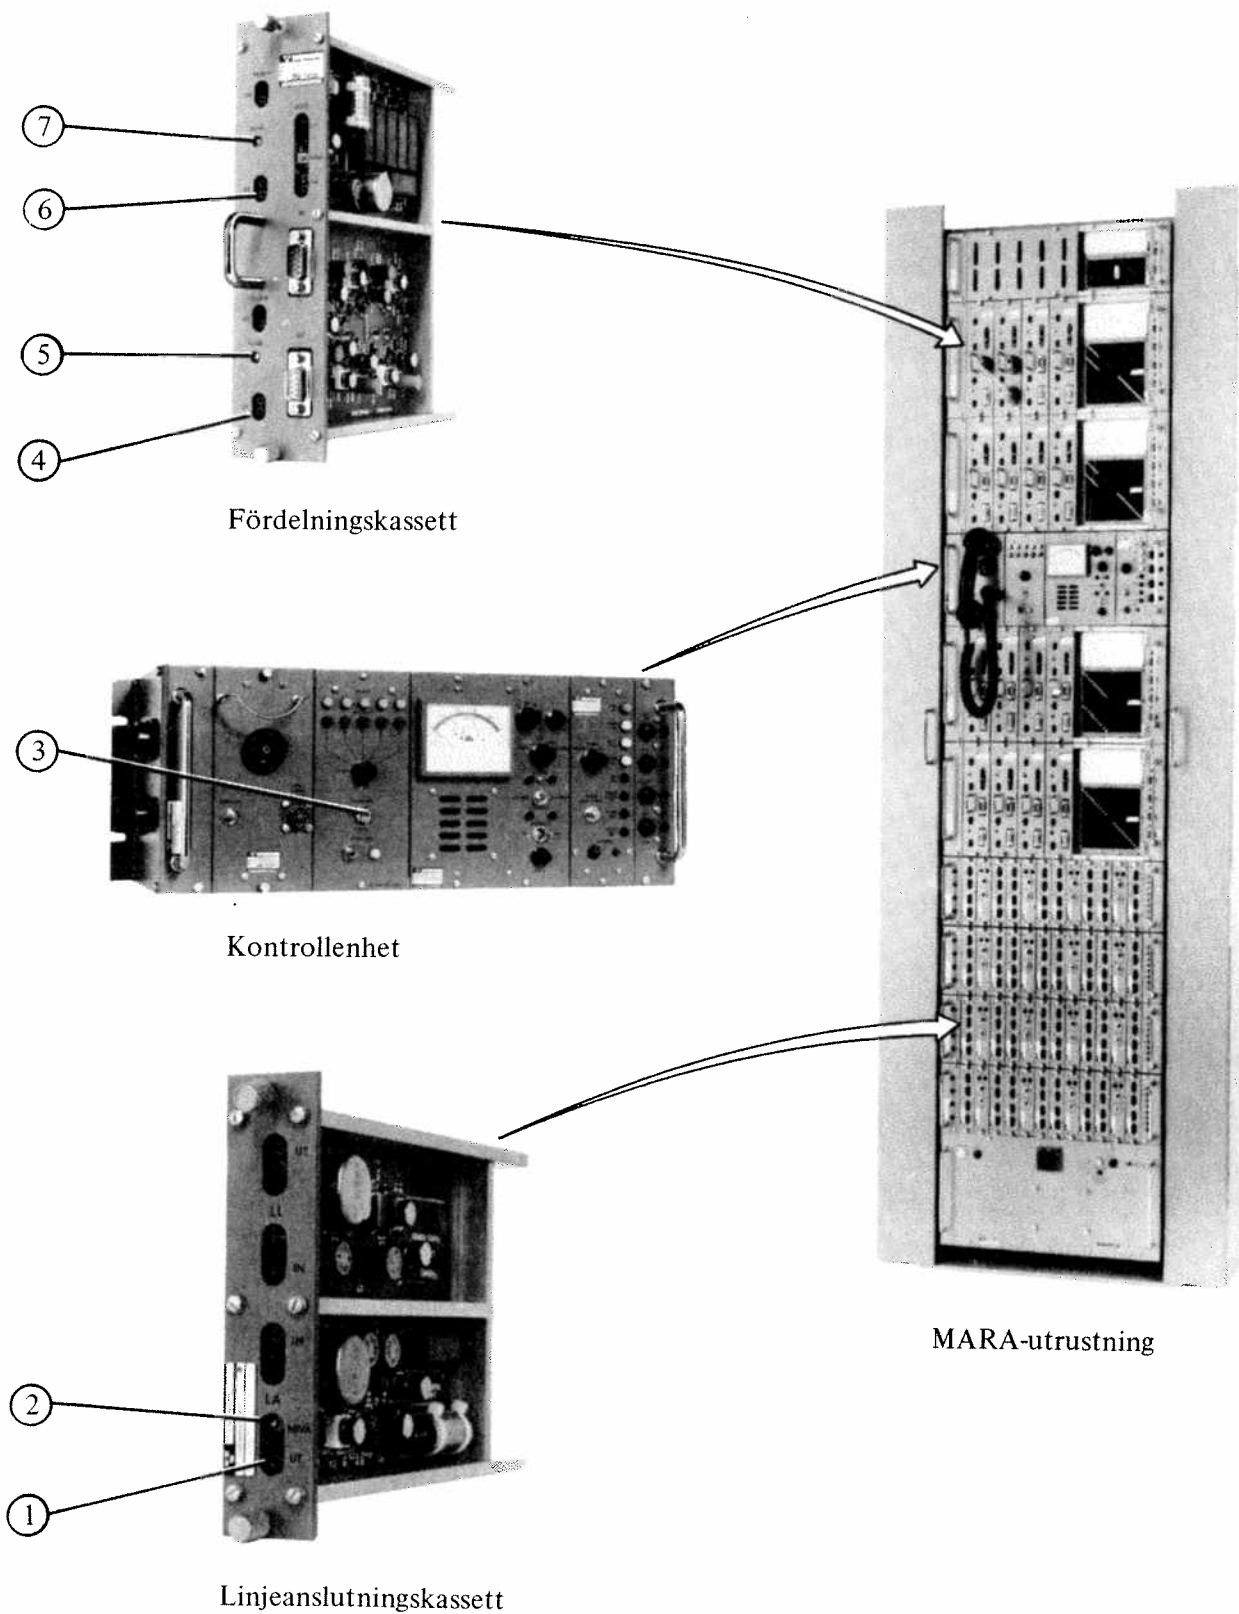

Bild 14
5.4.3 Anslut mätkassetten instrument till hylstag LA UT ① på aktuell linjeanslutningskassett. Se bild 14.